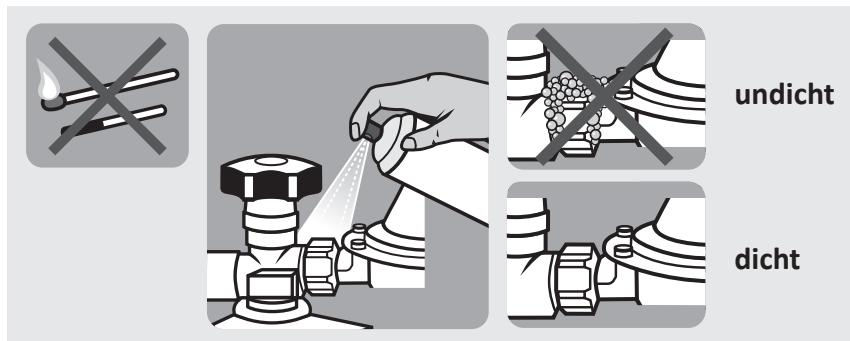

Abb.2: Dichtheitsprüfung
- Alternativ:** Tragen Sie den Schaum mit einem Schwamm oder Pinsel auf. Achten Sie darauf, dass sämtliche Verbindungen vom Gashahn bis zum Gasventil am Gerät mit Schaum bedeckt sind. Dort wo sich Blasen bilden liegt eine Undichtheit vor (siehe Abb. 2).